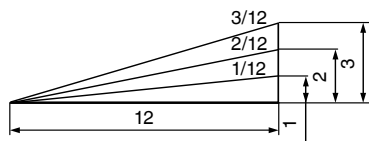

Fig. 34
- (4) El gradiente, que es la proporción de la altura hasta la base de la sección triangular a extraerse, puede utilizarse para el ajuste de la escala de ingletes en vez del ángulo de corte, si así se desea (consulte la Fig. 34).